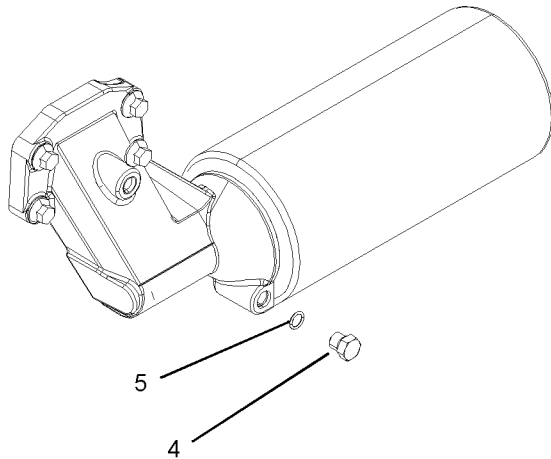

Ilustración 44
5. Instale el filtro nuevo del aceite. Gire el filtro de aceite hasta que el sello anular haga contacto con la superficie de sellado (2). En seguida, gire el filtro de aceite la > parte de una vuelta completa.
Nota: Algunos filtros de aceite se pueden instalar horizontalmente. Refiérase a la ilustración 44. Este tipo de filtro del aceite se puede drenar antes de quitarlo. El par de apriete para este tapón de drenaje (4) es de 12 N·m (8 lb-pie). Si es necesario, instale un sello anular nuevo (5). Comience con el Paso 1 para quitar e instalar el filtro del aceite.